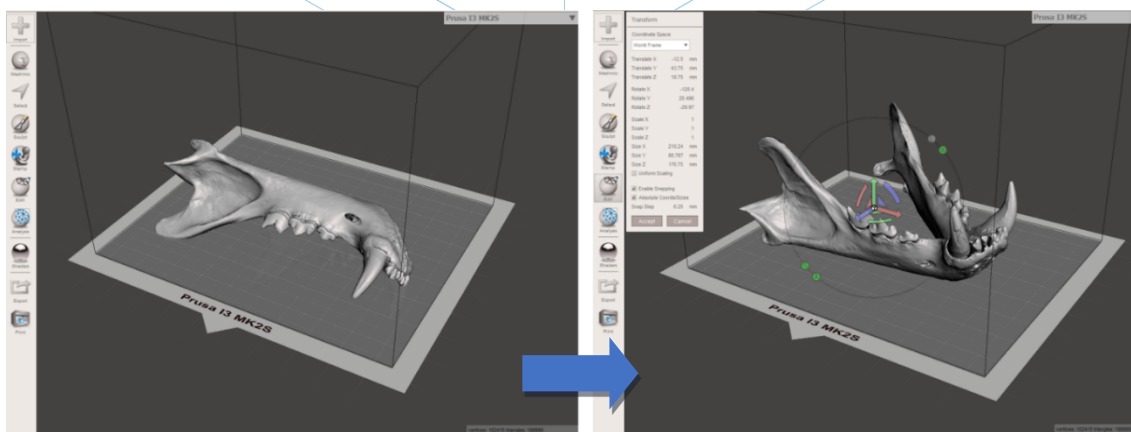

Abbildung 13: Positionierung des Models im Meshmixer. [29]
- [29]Abbildung 13: Positionierung des Modells im Meshmixer. Quelle: CETEM